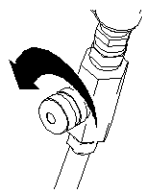
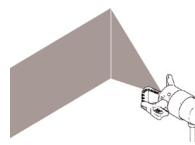

Abb. 7
Abb. 8
6. Das Luftstellventil an der Pistole öffnen (Abb. 7) bis sich Streifen auflösen (Abb. 8) und Ventil feinabstimmen bis ein optimales Spritzbild erzielt wird.